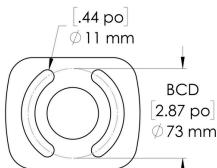

Fig. 8
1. Percer les trous sur la surface sur laquelle est installé le luminaire (voir les dimensions à la figure 8).